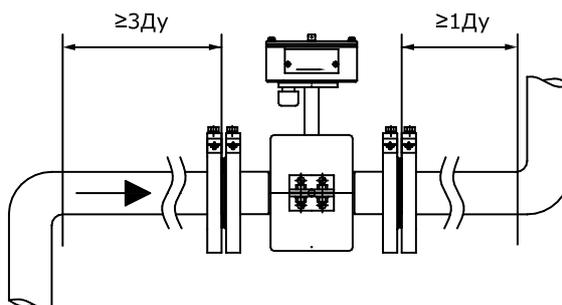

Рис. 8.4
8.2.5 Расходомер необходимо располагать в той части трубопровода, где пульсации и завихрения минимальные. При установке расходомера необходимо обеспечить прямолинейные участки трубопровода длиной не менее  $3 \cdot \text{ДУ}$  до и  $1 \cdot \text{ДУ}$  после ППР (см. рис. 8.4).